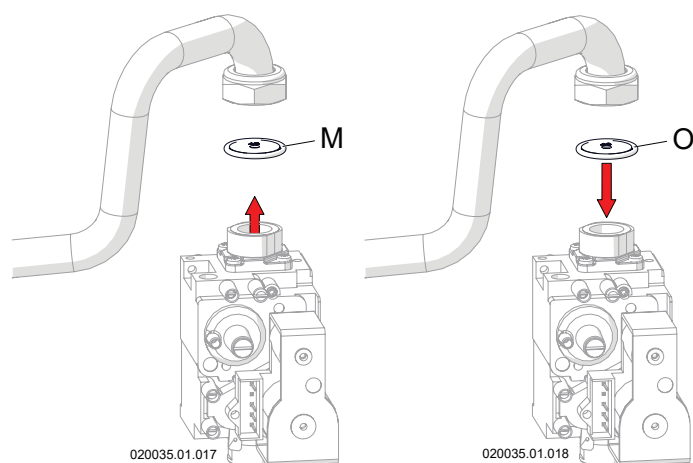

Figura 6-3 - Sostituzione ugello gas
- 9.-sostituire l'ugello del gas "M" (Figura 6-3) con quello indicato nella tabella (Figura 6-6) alla voce "Diametro ugello gas" completo del suo OR;